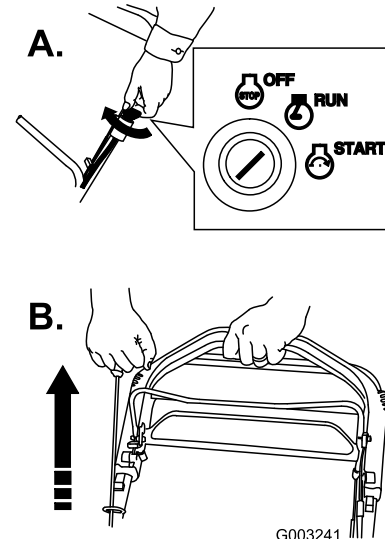

Figure 16
- Tournez la clé de contact en position marche et tirez la poignée du lanceur en position de marche (Figure 16).